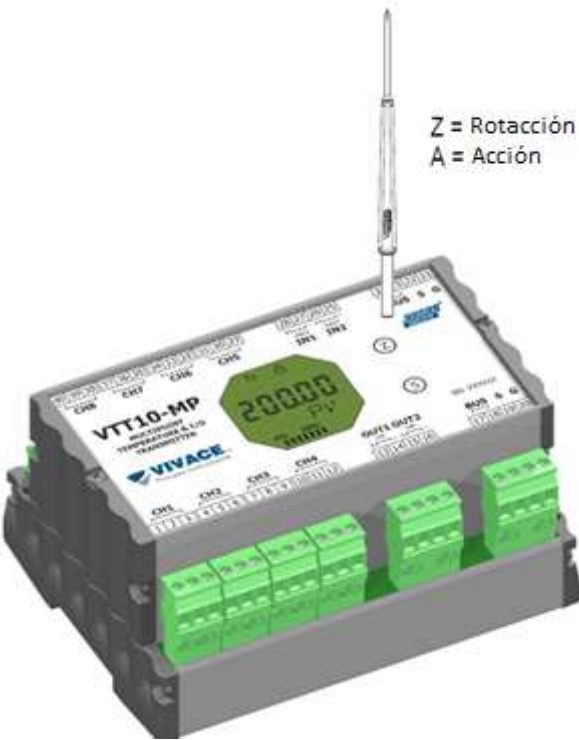

Figura 3.1 - Z y el ajuste local de S y llave magnética.
La Figura 3.1 muestra los agujeros Z y S para la configuración local en la carcasa y sus funciones para el funcionamiento de la llave magnética. Introducir la llave en el agujero *cero* (Z). Aparecerá el icono , lo que indica que el equipo ha reconocido la llave magnética. Quedarse con la llave insertada hasta que el mensaje aparezca "ADJST LOCAL" y retire la llave durante 3 segundos. Inserte la llave de nuevo en Z. Con esto, el usuario puede navegar a través de los parámetros de ajuste locales.